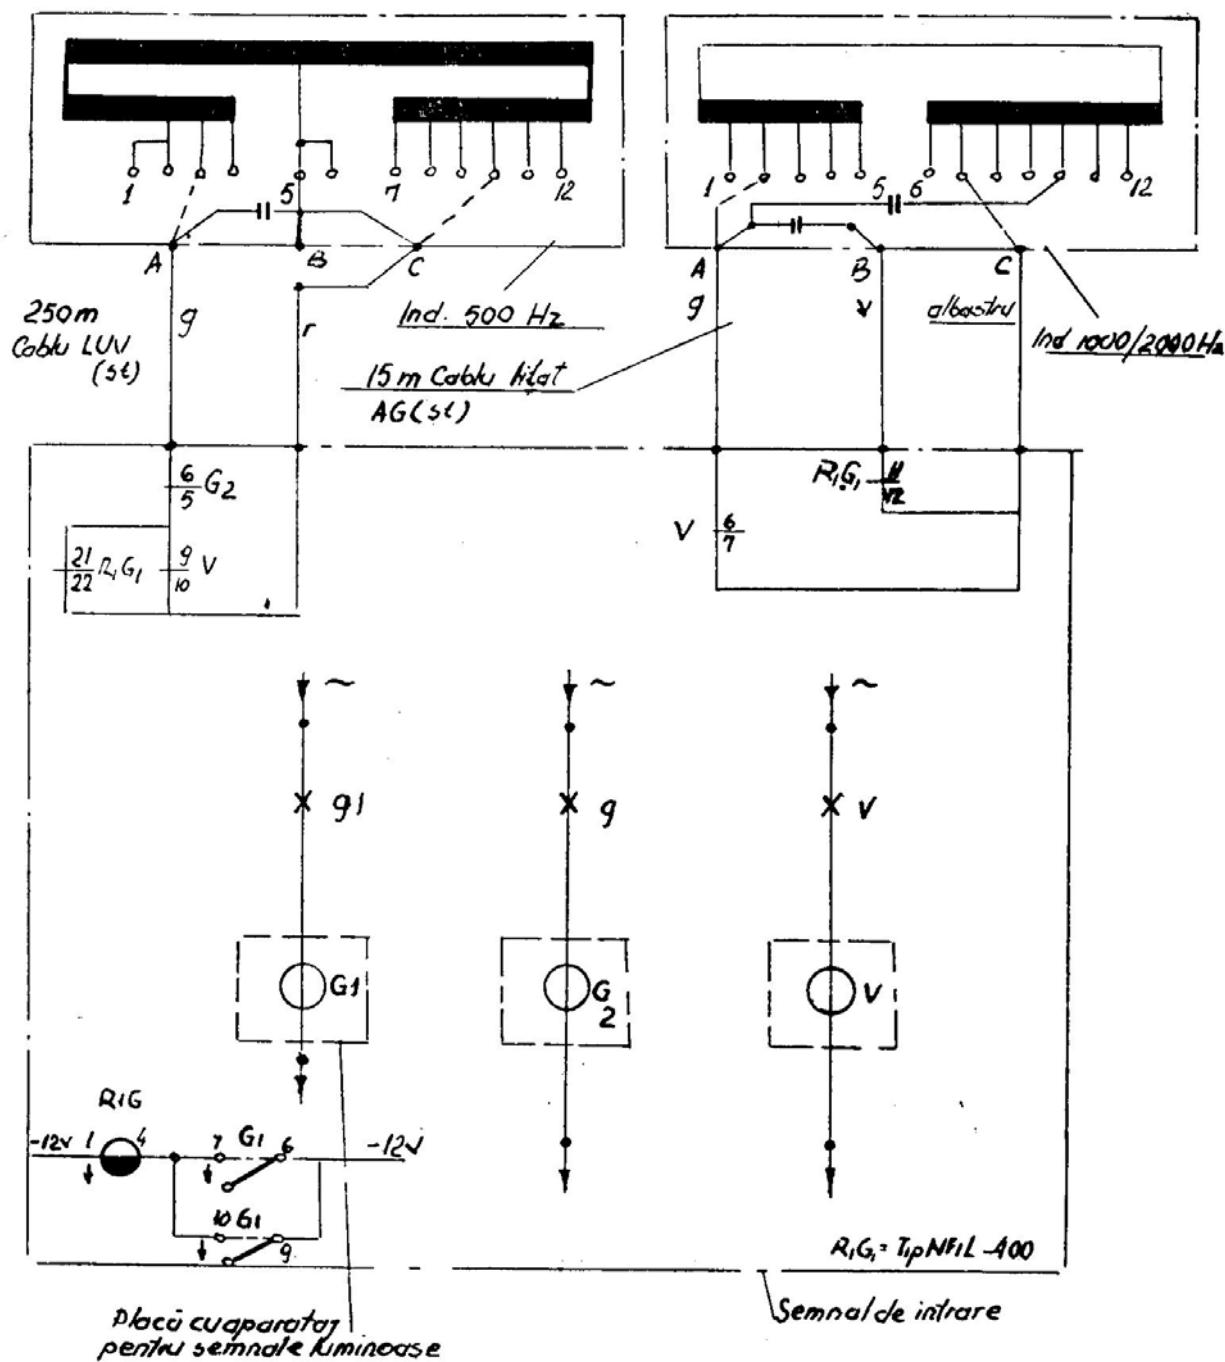

Fig. 58 Schema electrică și conectarea la semnalul de intrare cu galben-clipitor în curent alternativ
f) Semnalul de „intrare” cu galben clipitor în curent alternativ, echipat cu inductoare de cale de 1 000/2 000 Hz de și 500 Hz (Fig. 58).